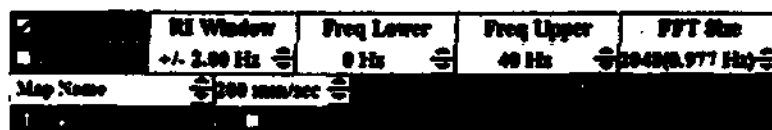

Рисунок 228. Панель управления картирования системы записи EP-WorkMate™.
- b. Если окошко **EnSite** в системе записи EP-WorkMate™ отмечено галочкой, иконка становится зеленой, и это означает, что система картирования сердечной деятельности EnSite™ и система записи EP-WorkMate™ соединены (смотри Рисунок 228).
Панель управления картирования системы записи EP-WorkMate™ имеет опции, совпадающие с элементами управления системы картирования сердечной деятельности EnSite™ EnSite. Данные опции работают после подключения модуля EnSite™ Derexi™ и отметки окошка EnSite (смотри Рисунок 228 ниже).